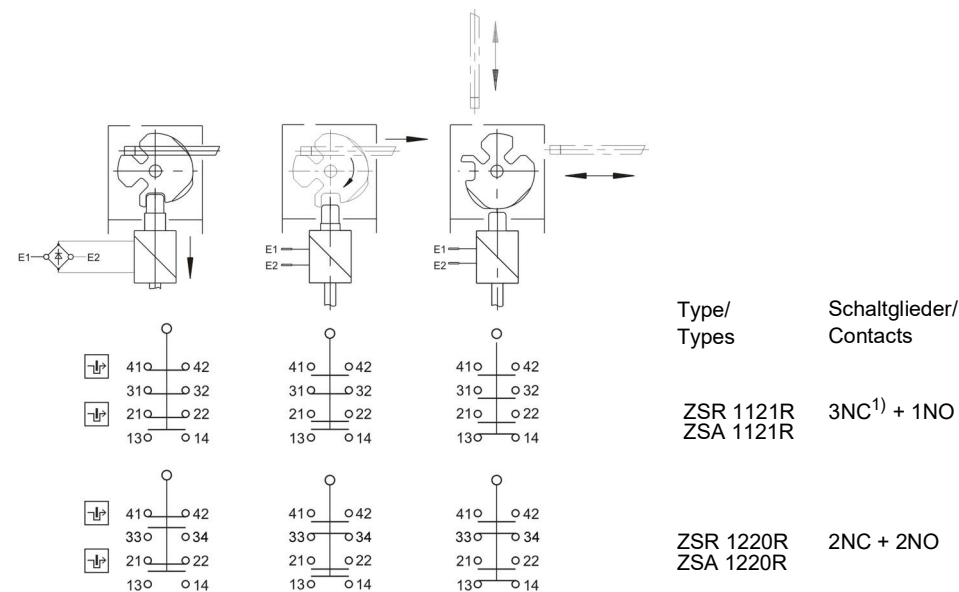

Fig. 2 Schaltelemente und Schaltfunktionen/Contact blocks and switching functions
- Funciones de conmutación o asignación de contactos (Fig.2).